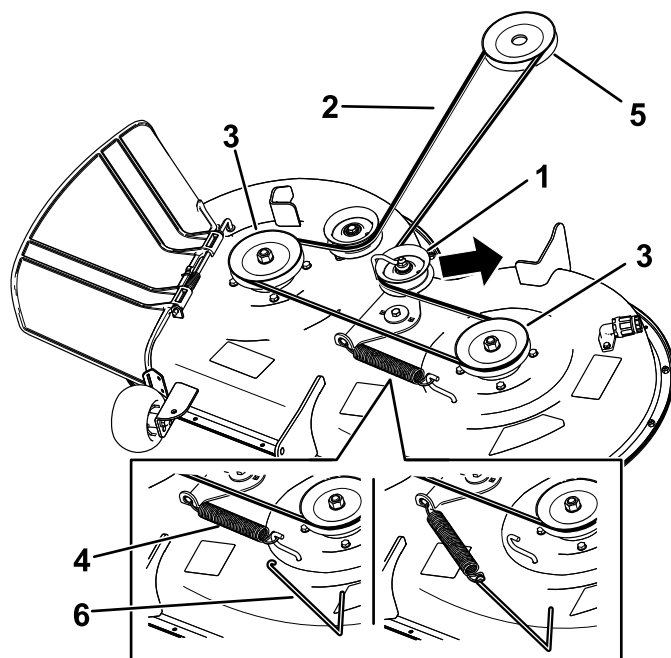

Figure 56
7. À l'aide d'un outil de dépose de ressort (réf. Toro 92-5771), décrochez le ressort du crochet sur le plateau pour détendre la poulie de tension, et déchaussez la courroie des poulies (Figure 56).
8. Acheminez la courroie neuve autour des poulies du moteur et du plateau de coupe (Figure 56).
9. À l'aide d'un outil de dépose de ressort (réf. Toro 92-5771), accrochez le ressort à l'ergot sur le plateau pour tendre la poulie de tension et la courroie de plateau du coupe (Figure 56).